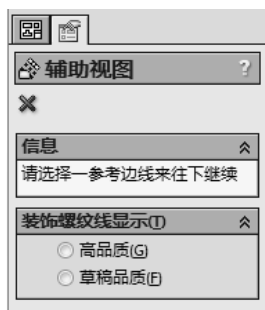

图 8-36 辅助视图操控板
- [2] 单击工程图工具栏上的【辅助视图】按钮, 投影视图操控板出现，如图 8-36 所示。